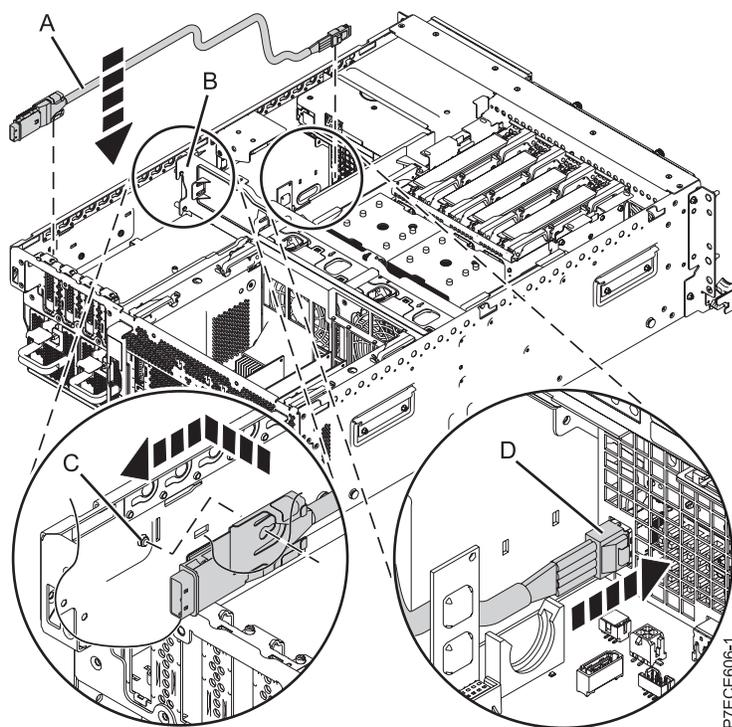

Figure 38. Installation du port SAS externe
11. Connectez le capuchon SAS du câble SAS (A) au port de connexion SAS externe situé à l'arrière du fond de panier système jusqu'à ce qu'il s'enclenche (voir figure 38).
12. Disposez le câble (A) à plat près de la paroi latérale et faites-le glisser via l'équerre centrale (B) vers le port de connexion SAS sur le fond de panier de l'unité de disque.
13. Poussez le capuchon SAS (D) dans le port de connexion SAS sur le fond de panier de l'unité de disque jusqu'à ce qu'il s'enclenche.